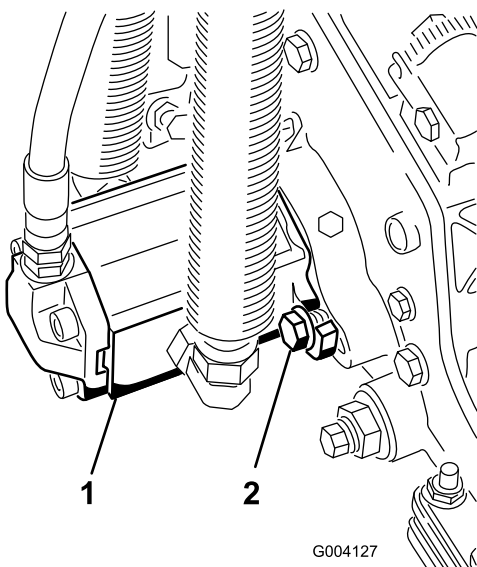

Bild 32
3. Montieren Sie den Motor; drehen Sie ihn nach rechts, damit die Motorflansche nicht die Schrauben berühren (**Bild 32**).